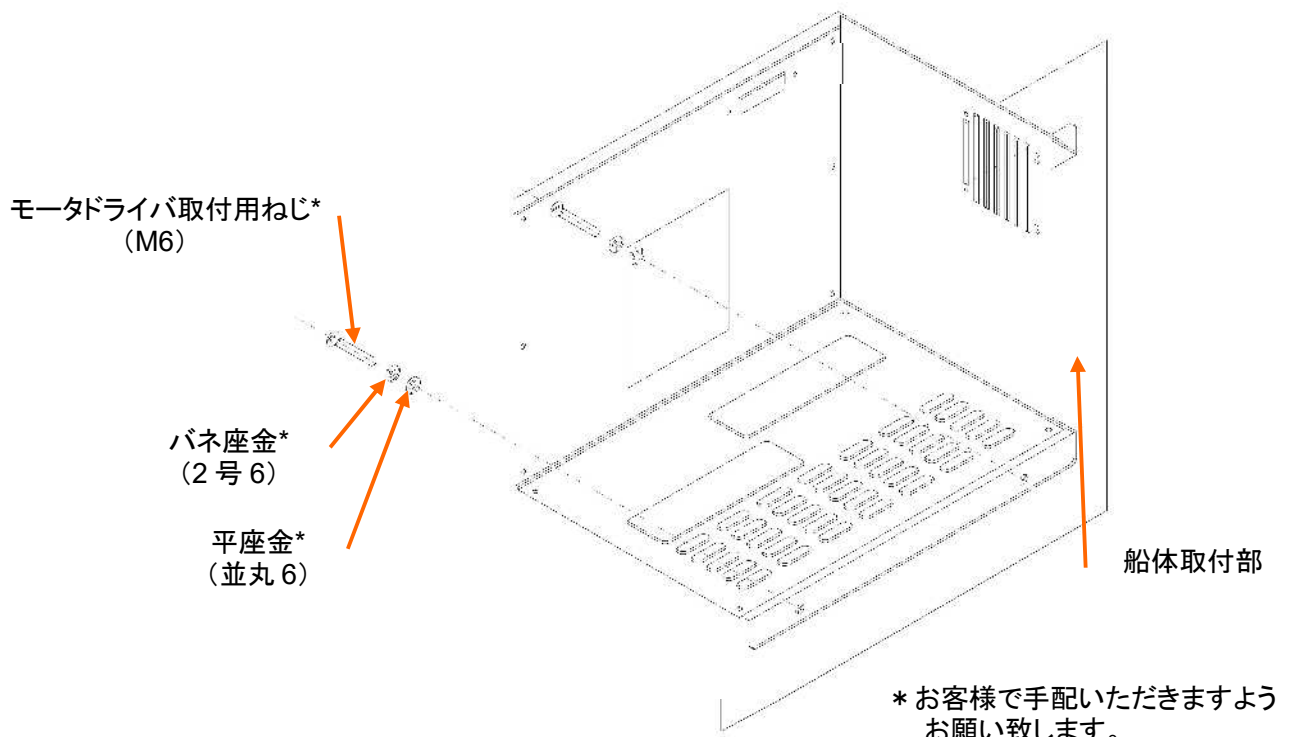

図 4-10 モータドライバ取付手順 3
- ③ 下側に平座金、ばね座金、ねじを取付けて下さい。(図 4-10 を参照して下さい。)
- ④ 上下のねじを締付けて下さい。